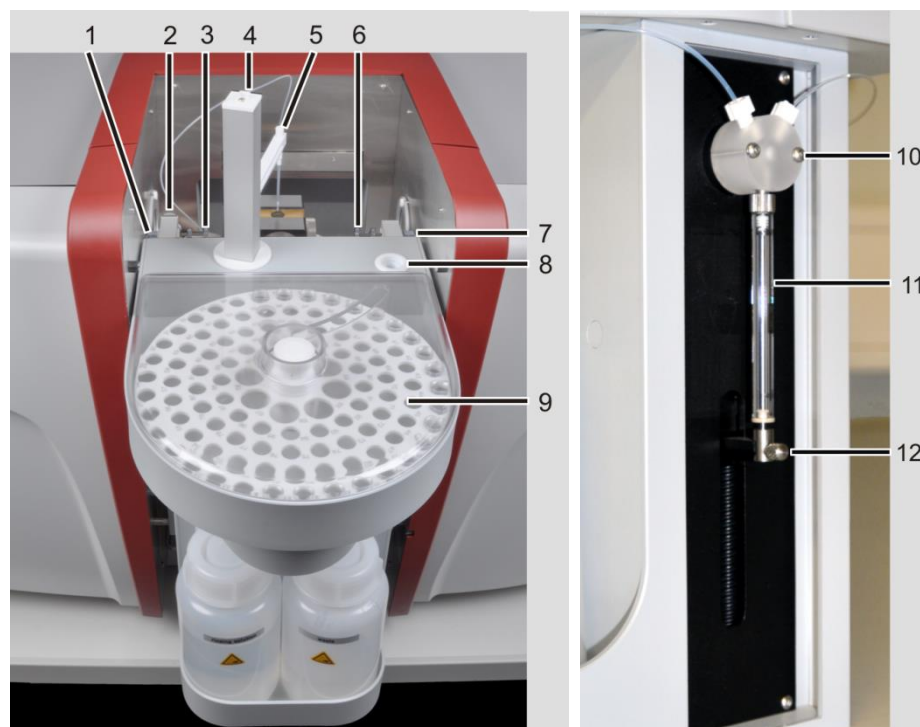

Рис. 44 Установка AS-GF
2. Присоедините направляющую трубку (5 на Рис. 44) к рычагу автосамплера AS-GF и закрепите ее фиксирующим винтом.
3. Вкрутите дозирующую трубку в правое отверстие Т-образного клапана (10 на Рис. 44) на дозирующем устройстве. Пропустите другой ее конец через держатель трубки на задней стенке автосамплера и на рычаге автосамплера. Вставьте дозирующую трубку в направляющую трубку (5 на Рис. 44) так, чтобы она выступала примерно на 8 мм от нижней поверхности направляющей трубки; закрепите трубку зажимной гайкой.
7. Подвесьте AS-GF в емкости отсека для проб (1 и 7 на Рис. 44). Убедитесь в том, что автосамплер выровнен по горизонтали. При необходимости отрегулируйте положение автосамплера с помощью стопора настройки глубины.